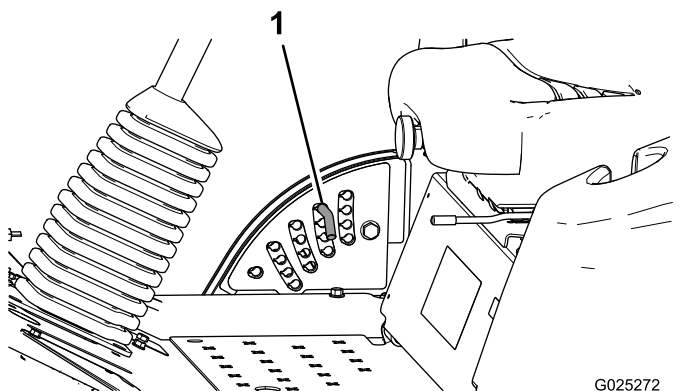

Figura 5
2. Girate la spina di arresto fino a quando la protuberanza sulla medesima non si trova allineata con gli intagli previsti nei fori della staffa dell'altezza di taglio, quindi rimuovetela (Figura 5).
3. Nella staffa dell'altezza di taglio scegliete un foro corrispondente all'altezza di taglio richiesta, inserite la spina e bloccatela per mantenere questa posizione (Figura 5).
Nota: Vi sono 4 file di fori di posizionamento (Figura 5). La fila superiore fornisce l'altezza di taglio elencata sopra la spina. La seconda fila fornisce l'altezza elencata più 6 mm. La terza fila fornisce l'altezza elencata più 12 mm. La fila inferiore fornisce l'altezza elencata più 18 mm. Per la posizione da 127 mm è presente un solo foro, situato nella seconda fila, che non aggiunge 6 mm alla posizione.